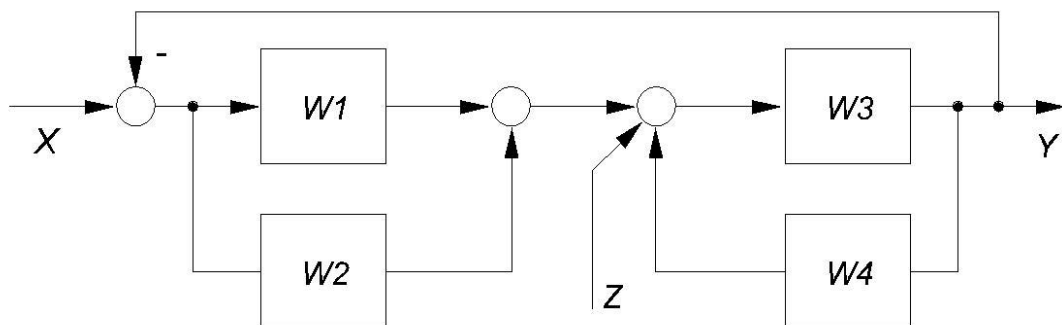

Рис. 6.4. Структурная схема динамической системы
7. Составить описание в форме передаточной функции по заданному канал воздействия (см. табл. 6.1) для динамической системы, структурная схема которой изображена на рис. 6.4, с помощью функций FEEDBACK, PARRALEL, SERIES комплекса Control System Toolbox.